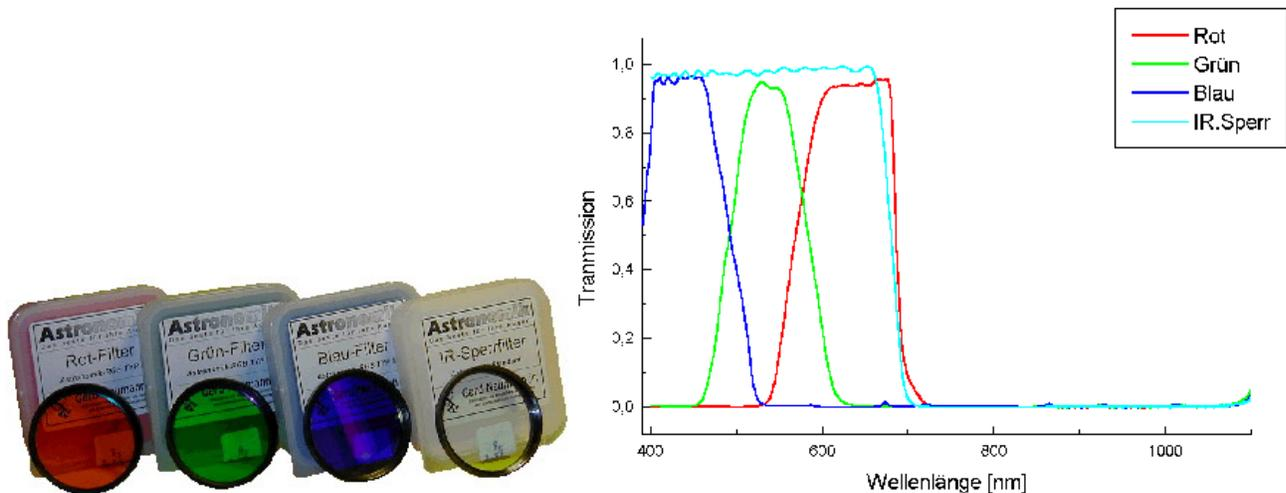

FIG. 4 – Filtres R, V, B, L(IR) et courbes de transmission.
Les filtres large bande R, V, B (ou R, G, B) Ces filtres ont des bandes passantes larges d'environ 100 nm (voir Fig. 4) et permettent de réaliser des images en couleur. Le capteur CCD étant noir et blanc, il est alors nécessaire d'effectuer 3 poses distinctes à l'aide de la roue à filtres en Rouge (R), Vert (G) et Bleu (B) de l'objet visé, puis de recombinaison ces images. La roue à filtre possède également un filtre clair (MC) qui laisse passer tout le rayonnement incident. Il est préférable de l'utiliser pour conserver la même mise au point.